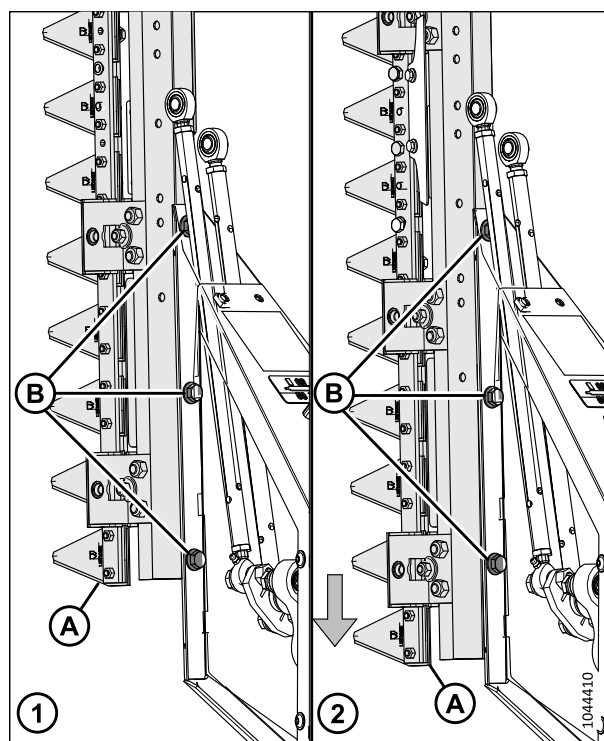

Рисунок 4.379: Регулировка положения ножа
16. Переставьте нож (А) в сборе так, чтобы отверстия надлежащей конфигурации совпали с отверстиями на раме. См. рис. 4.379, страница 513.